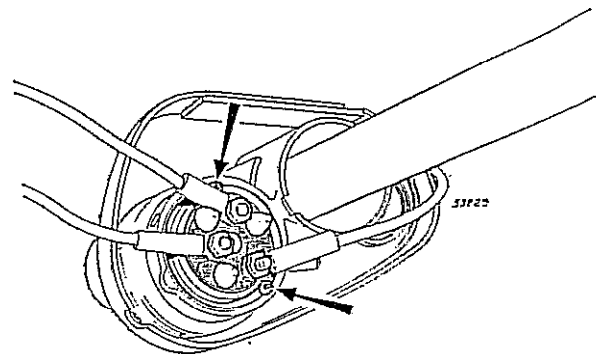

Fig. 182
- 2) Quitar los dos tornillos indicados por las flechas y quitar el interruptor (Fig. 182).